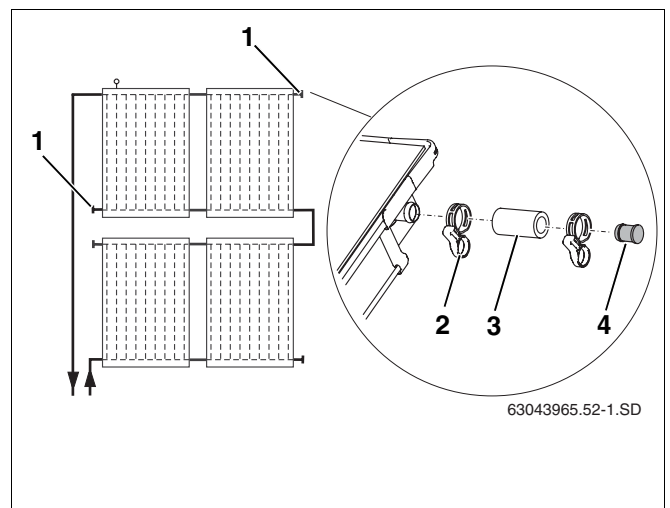

Fig. 53 Instalar os tampões cegos pré-instalados
Feche as ligações de colector que não serão usadas com o tampão cego (fig. 53, **item 1**).
- ▶ Inserir as mangueiras solares de 55 mm (fig. 53, **item 3**) com o tampão cego pré-instalado nas duas ligações livres.